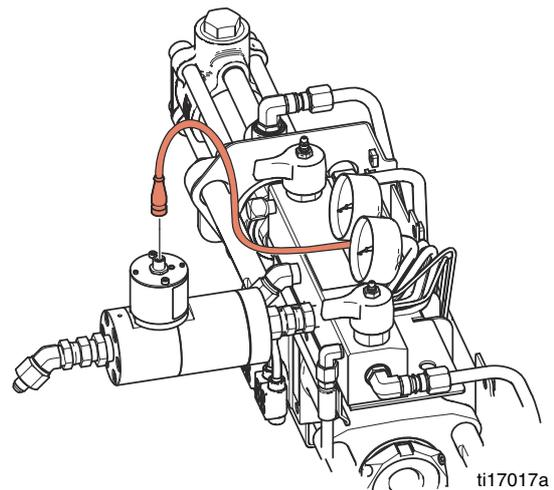

FIG. 6 : Installation du débitmètre
9. Raccordez l'ensemble de débitmètre sur le collecteur de fluide comme illustré. Consultez la FIG. 6.
10. Réinstallez les raccords précédemment retirés. Consultez la FIG. 6.
11. Raccordez le connecteur à 4 broches au câble de données du débitmètre. Consultez la FIG. 6.